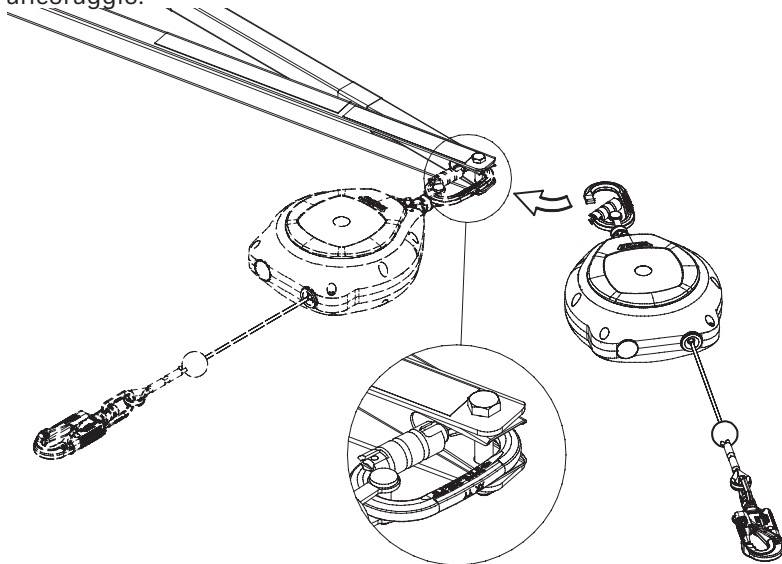

Figura 29. Collegamento di un blocco di arresto anticaduta Falcon da 6,2 m.
- 10.2. Collegare il blocco di arresto anticaduta. Accertarsi che il componente sia collegato correttamente e fissato a SkyReach Anchor. La Figura 29 mostra come è collegato il blocco di arresto anticaduta Falcon da 6,2 m al punto di ancoraggio.